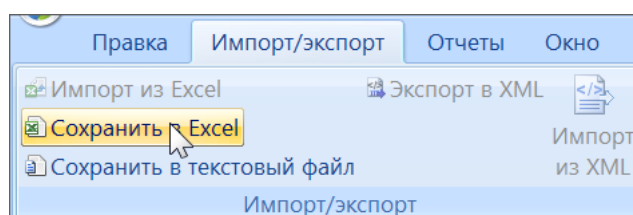

Рис. 12-8 – Кнопка «Сохранить в Excel» панели Импорт/экспорт
- 3) Нажать кнопку «Сохранить в Excel» панели «Импорт/экспорт» (рис. 12-8).